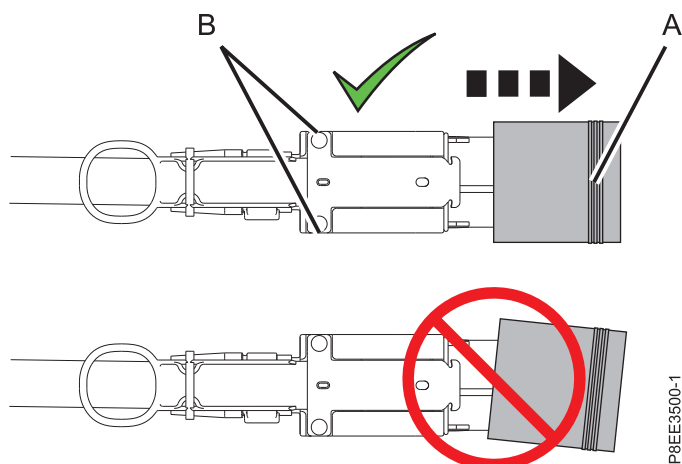

Figura 5. Extracción de la funda protectora del conector del cable del cajón de expansión
- b. A continuación, sosteniendo la funda por el extremo largo (**A**) con los dedos de la otra mano, tire de la funda protectora para extraerla. Consulte la Figura 5.